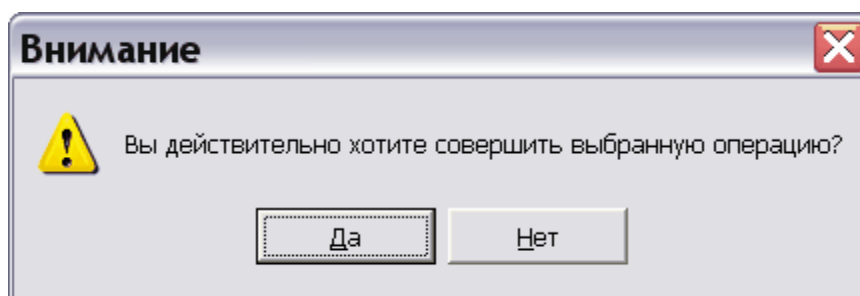

Рис. 21.221
3. Для сохранения изменений нажмите на кнопку , расположенную в нижней части окна **Групповые операции над идентификационной и статусной частью МД**. После этого появится запрос на подтверждение операции (Рис. 21.221).